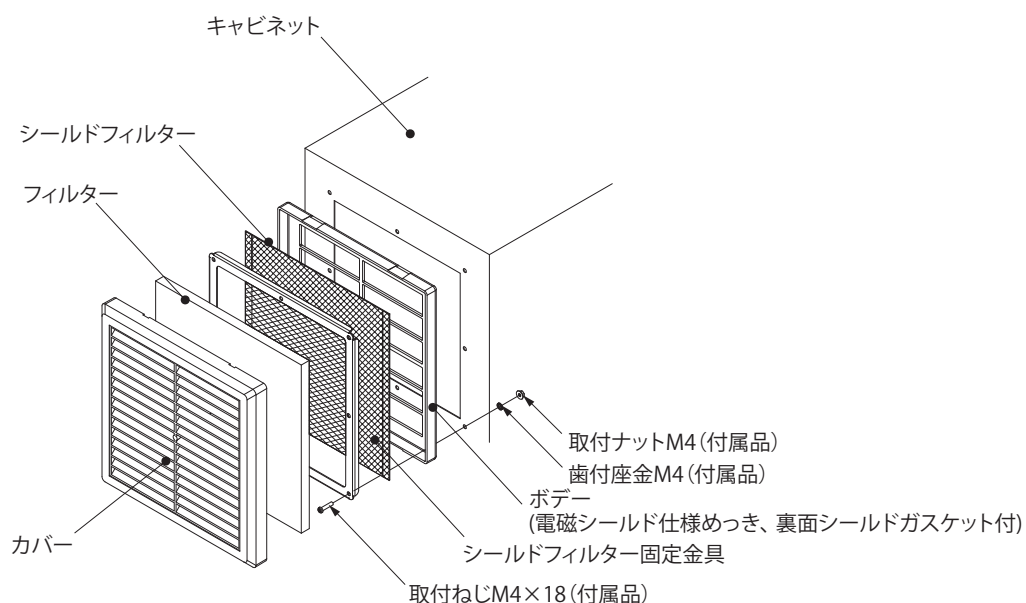

図1 電磁シールド(EMC)仕様大型ルーバー
3. 付属の取付ねじ M4×18、取付ナット M4、歯付座金 M4 にてキャビネットに取り付けてください。(図 1、2)